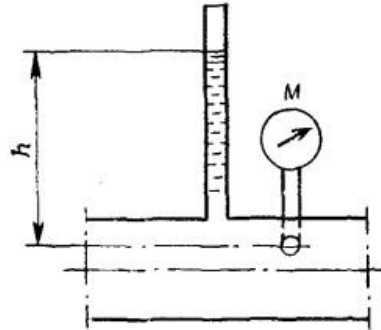

Рис. 1.24 (к контрольной задаче 1.5).
7. Манометр на трубопроводе, заполненном жидкостью, показывает давление $0,18 \text{ кгс/см}^2$. На какую высоту h над точкой присоединения манометра поднимается в открытом пьезометре жидкость, находящаяся в трубопроводе, если эта жидкость: а) вода, б) четыреххлористый углерод (рис. 1.24)?